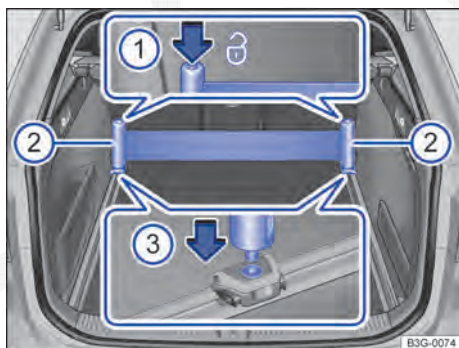

Fig. 150 No compartimento de bagagem: instalar e remover a cinta tensora.
- Segurar o suporte da cinta tensora → Fig. 150 ② com as duas mãos e pressionar os dois botões da cinta tensora → Fig. 150 ① e mantê-los pressionados.
- Colocar os suportes da cinta tensora, um após o outro, no entalhe do respectivo olhal de amarração móvel → Fig. 150 ③ (seta menor) e deixar que travem.
- Soltar os botões da cinta tensora → Fig. 150 ①.
- Pressionar os botões da cinta tensora → Fig. 150 ① para tensionar a cinta.
Remover os dois suportes da cinta tensora → Fig. 150 ② um após o outro.
- Pressionar o respectivo botão da cinta tensora → Fig. 150 ① e mantê-lo pressionado.
- Puxar o suporte → Fig. 150 ② para cima, para fora do olhal de amarração móvel.
- Juntar os dois suportes da cinta tensora → Fig. 150 ② lentamente. A cinta tensora enrola-se automaticamente.